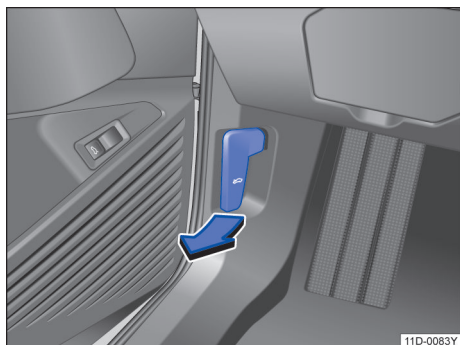

图 151 驾驶员侧脚部空间：前舱盖解锁手柄
- 在车内沿图示箭头方向拉动前舱盖解锁手柄→图 151，前舱盖会在弹簧机构的作用下稍稍弹开。